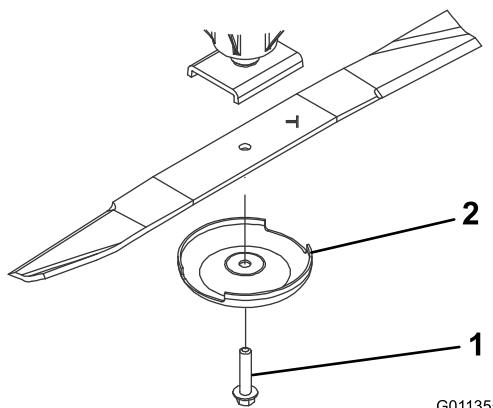

Figure 71
- Tenez la lame par son extrémité avec un chiffon ou un gant épais. Enlevez le boulon, la coupelle de protection et la lame de l'axe de pivot (Figure 71).
- Montez la lame, ailette vers l'unité de coupe, et fixez-la avec la coupelle de protection et le boulon (Figure 71). Serrez le boulon de la lame à un couple de 115 à 149 N·m.